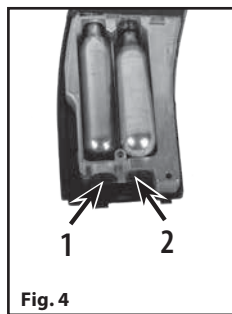

Fig. 4
6. Inserte dos nuevos cartuchos de CO₂ en el rifle de aire con el cuello pequeño del cartucho insertado primero, apuntando hacia el conjunto perforador (Fig. 4).